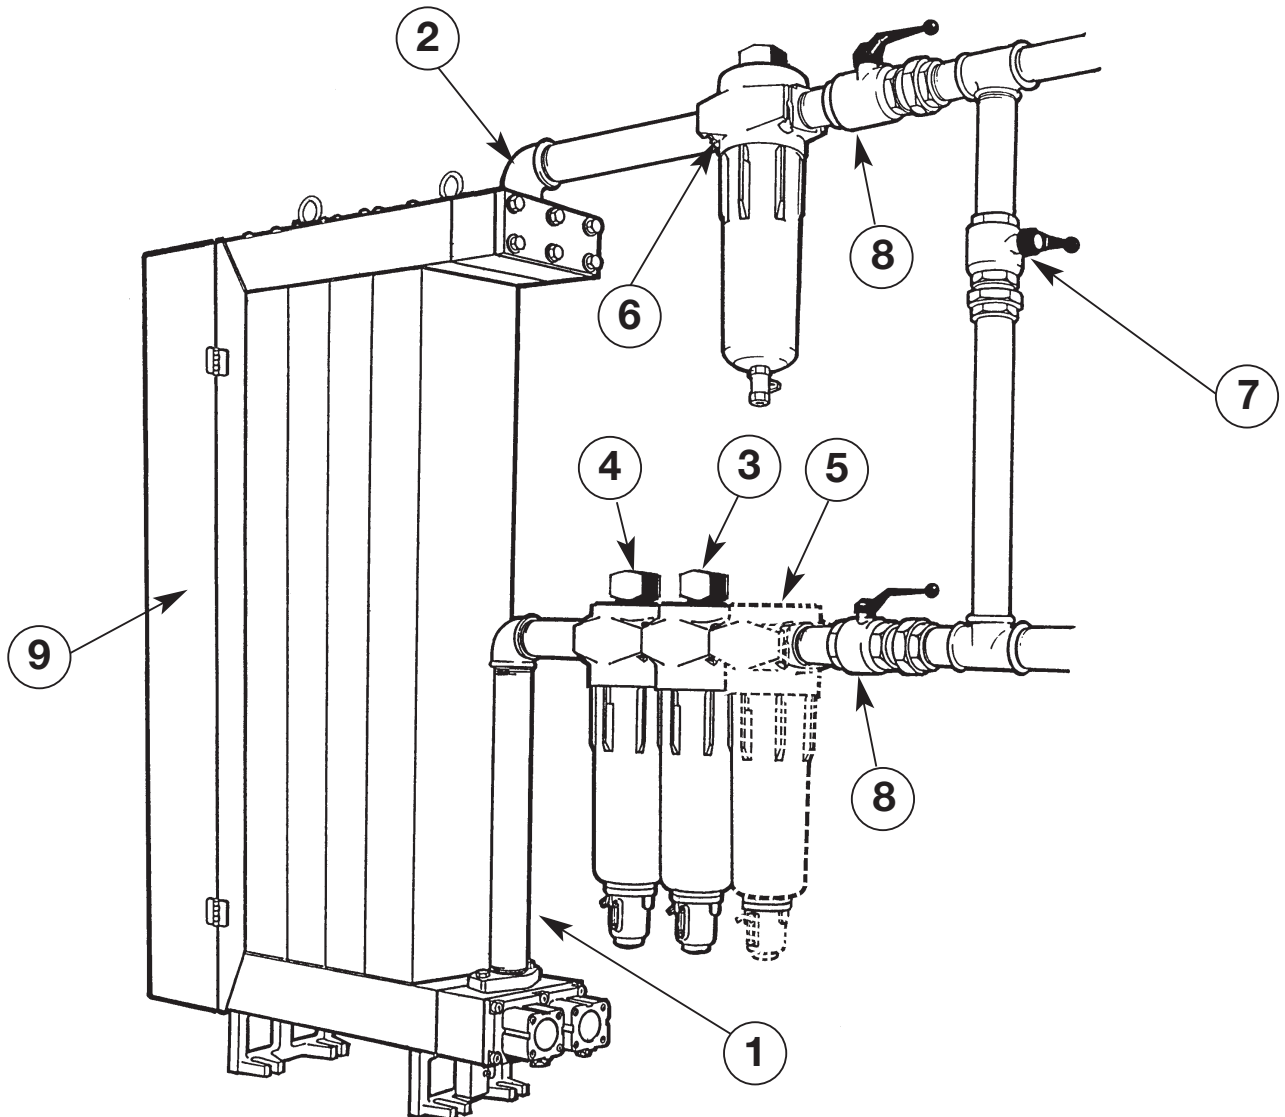
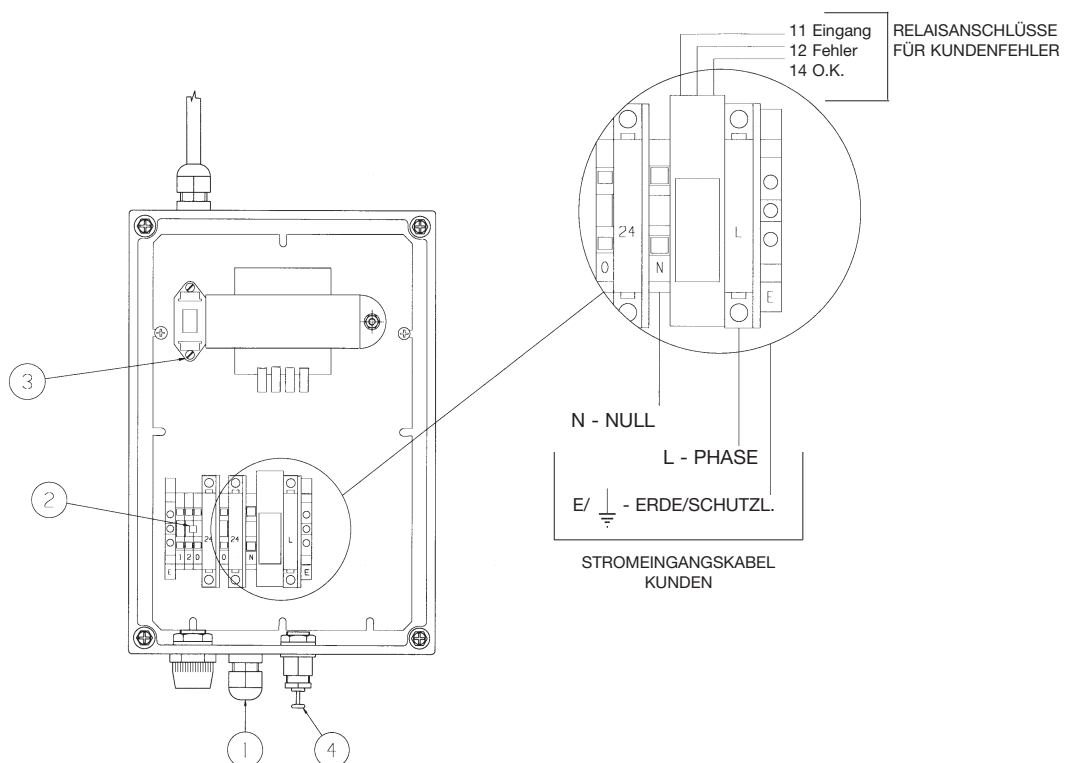
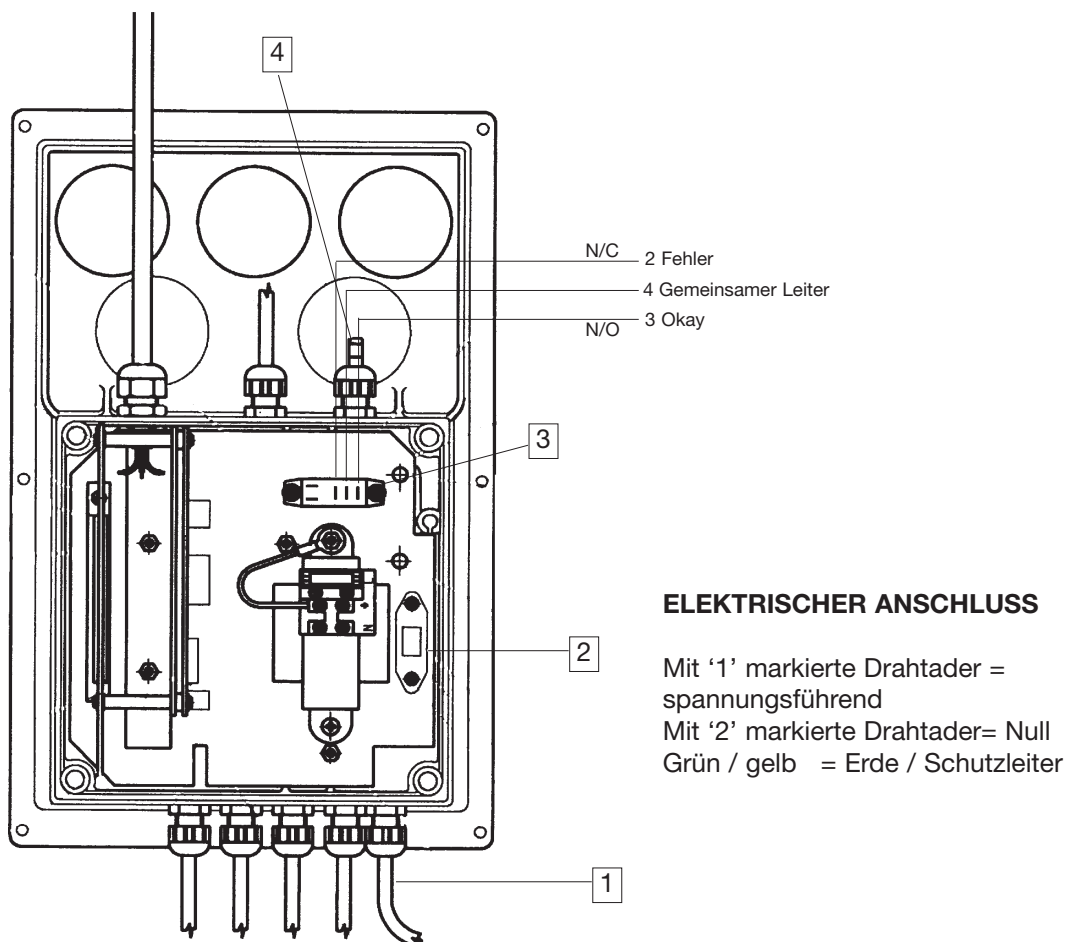

Abbildung 2 - TYPISCHE ANORDNUNG MIT EINER FILTERBANK
Abbildung 3 - TRANSFORMATORGEHÄUSE - DXE-MODELLE
Abbildung 4 - STEUERUNGSGEHÄUSE - DXS-MODELLE
C) PNEUMATISCHE INSTALLATION IHRES SYSTEMS (siehe Abbildung 2)
ELEKTRISCHER ANSCHLUSS (siehe Abbildung 3)
Öffnen Sie den Instrumentenschrank (9 - Abbildung 2), und suchen Sie das Transformatorgehäuse (allgemeine Anordnung siehe Abbildung 3). Entfernen Sie die vier Eckschrauben, die die durchsichtige Abdeckung befestigen, und nehmen Sie die Abdeckung ab.
Schließen Sie das Kabel wie in Abbildung 3 gezeigt an die Klemmen (2) an, und überprüfen Sie, daß der Spannungswahlschalter (3) die korrekte Spannung anzeigt. Ziehen Sie die PG-Verschraubung (1) an, und bringen Sie die Abdeckung des Transformatorgehäuses wieder an.
Zur Anzeige von dezentralen Fehlern ist ein spannungsfreies Relais vorgesehen. Um diese Funktion zu aktivieren, führen Sie das Kabel nach Herausnehmen des Blindstopfens, wie oben beschrieben, durch die Trägerplatte des Schrankes und über die PG-Verschraubung (4) in das Transformatorgehäuse. Die Anschlüsse an das Relais sind in Abbildung 3 dargestellt. Im normalen Betrieb führt das Relais permanent Strom und wird bei einem Stromausfall oder einer Fehlerbedingung ausgeschaltet. Das Relais liefert ein Fehlersignal und hat eine Nennleistung von maximal 250VAC, 1A.
ELEKTRISCHER ANSCHLUSS (siehe Abbildung 4)
Öffnen Sie den Instrumentenschrank (9 - Abbildung 2), und suchen Sie das Steuerungsgehäuse (allgemeine Anordnung siehe Abbildung 4).
Öffnen Sie den Instrumentenschrank (9 - Abbildung 2), und suchen Sie den Trennschalter des Schütz-/Transformatorgehäuses (allgemeine Anordnung siehe Abbildung 5). Lokalisieren Sie den Leitungsschutzautomaten (MCB) (3). Nehmen Sie die Abdeckung der MCB-Box ab.